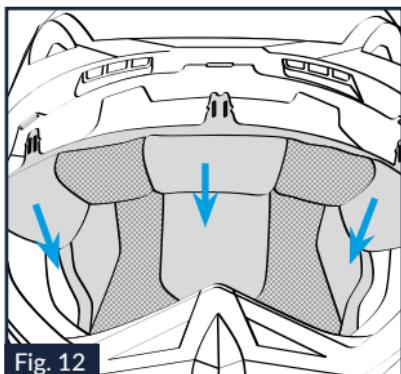

Fig. 12
8.2. Die linke vordere Lasche vom Träger lösen, welcher an der Innenschale unter der Dichtung am oberen Schalenrand befestigt ist, indem die Komfortpolsterung vorsichtig in das Helminnere gezogen wird (Abb. 12). Anschließend den Vorgang ebenfalls mit der vorderen mittleren Lasche und der vorderen rechten Lasche wiederholen.